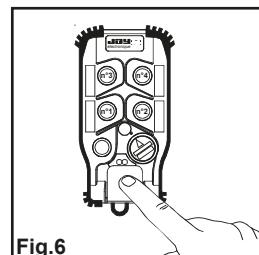

Fig.6
- 6- Sortir du mode de programmation "fréquence radio" en appuyant sur le bouton d'arrêt coup de poing (fig.6).